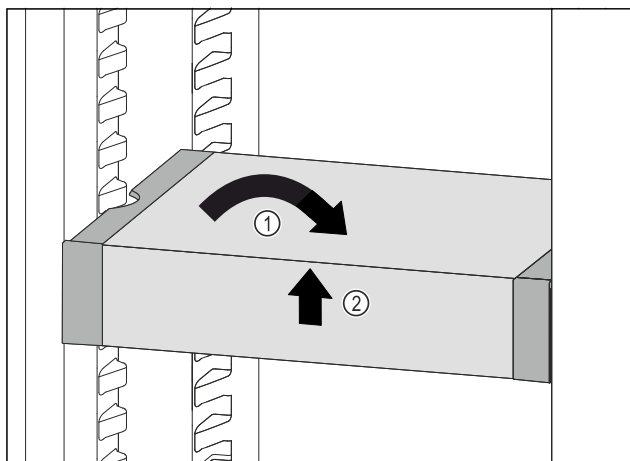

Fig. 93
- ▶ VarioSafe postavte rovno. Fig. 93 (1)
- ▶ VarioSafe nadvihnite vpredu. Fig. 93 (2)